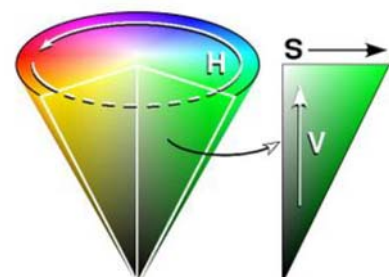

図2
HSBとも呼ばれます。HSVとは色相（Hue）彩度（Saturation）、明度（Value）によって表現されます。色を色相（色味）と彩度の二つの情報で表すことにより、色を自然に表現することができます。明度とは明るさのことです。（図2）
1. 画像の左上から右下へ順にピクセルを読み込み、輪郭を見つける。(図2)